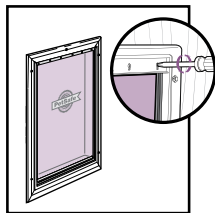

FIG. 13
1. Fjern skruene fra den innvendige rammen på kjæledyrluken (**Fig. 13**).